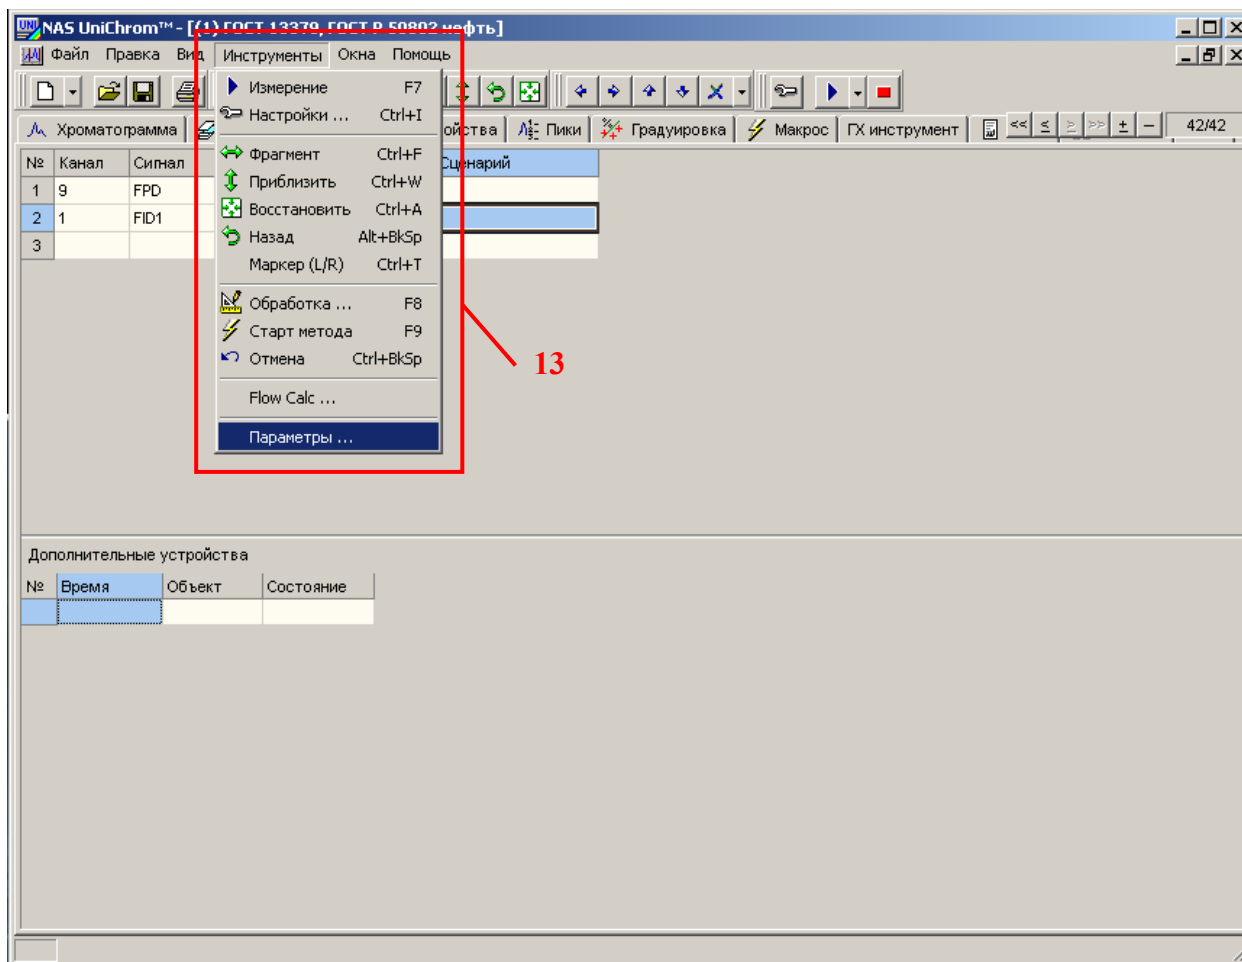

Рис. 25. Меню «Параметры» системы UniChrom..
- Подведите курсор мыши к меню «Инструменты» (см. Рис. 25).